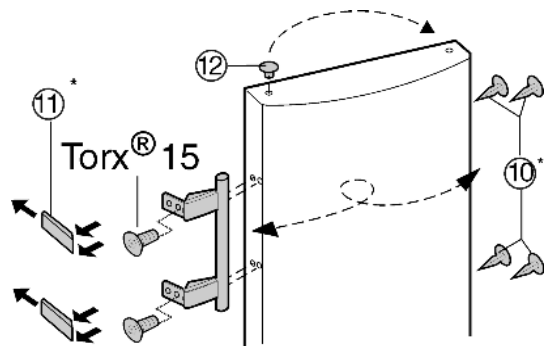

Fig. 7
- Enlever le bouchon Fig. 7 (12) du coussinet de la porte et le permuter de l'autre côté.
- Démontez la poignée de porte, le bouchon Fig. 7 (10) et les plaques d'appui Fig. 7 (11) puis les repositionner sur le côté opposé.